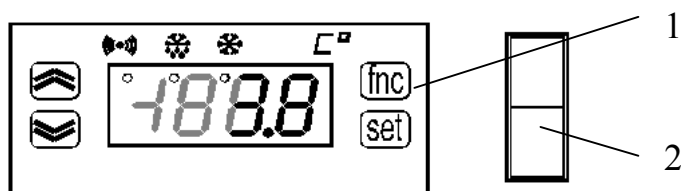

Рис.2. Панель управления
8.3. Панель управления представлена на рис.2.